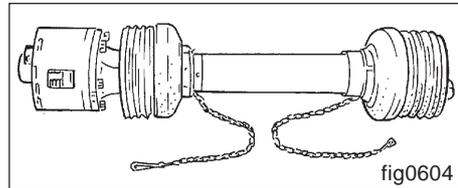
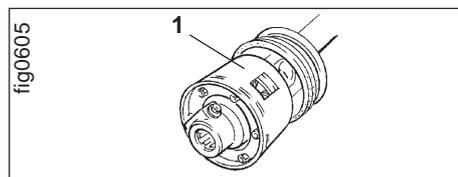

Fig. 6.4
Fig. 6.5
transmission W 2500 (fig. 6.4) avec limiteur à friction EK 96/4 R (fig. 6.5/1) ou
1. **Avant la première mise en service, ou après un temps de remisage prolongé, «dégrippez» le limiteur à friction EK 96/4 R (fig. 6.5/1). La procédure pour ce faire est décrite au chapitre 19.!**
Limiteur à friction EK 96/4 (fig. 6.5/1) :